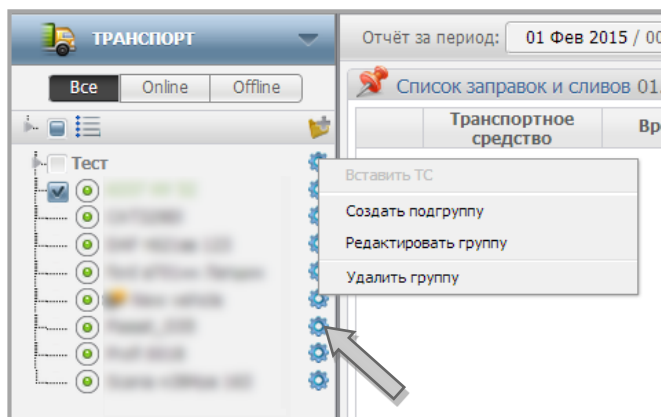
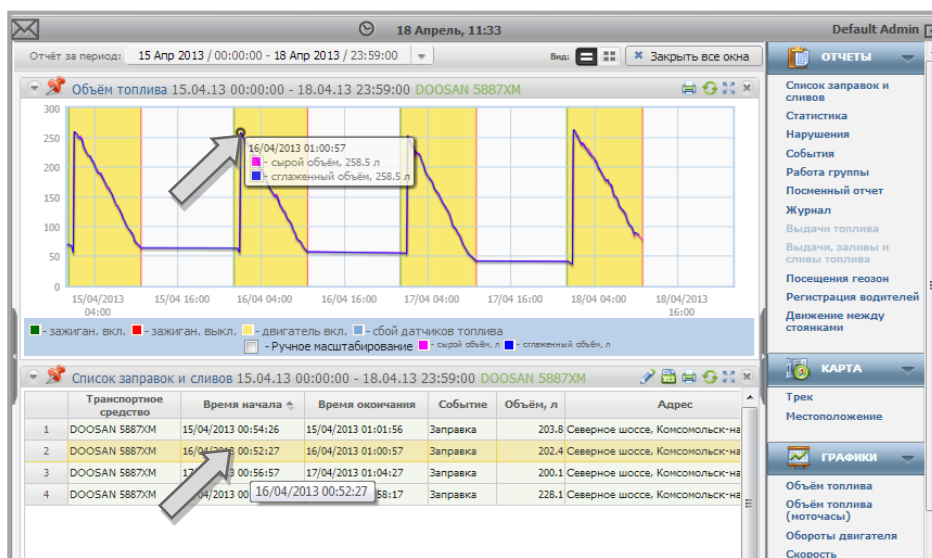

Рисунок 17
Рисунок 19
Для переименования группы или подгруппы объектов нажмите иконку  рядом с названием группы или подгруппы объектов, которую необходимо переименовать. Откроется меню группы, в котором выберите «**Редактировать группу**» (Рисунок 17). Измените название группы или подгруппы (Рисунок 19).
- «Объем топлива», «Объем топлива (моточас)», «Скорость», «Журнал», «Обороты двигателя». Например, «Объем топлива» и «Скорость» (Рисунок 19) и т.д.